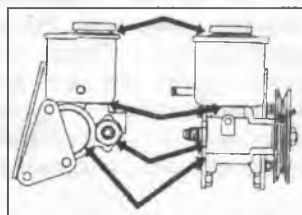

Рис. 243
- Утечка жидкости по элементам, указанным на Рис.243